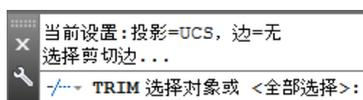

图 6.4.2 命令行提示
Step3. 选择修剪边。系统命令行提示的信息如图 6.4.2 所示, 在此提示下选取直线 B 为剪切边, 按 Enter 键结束选取。
注意: 图 6.4.2 所示的提示信息的第一行说明当前的修剪模式。命令行 **选择对象或 <全部选择>**: 提示用户选取作为剪切边的对象, 选取后按 Enter 键。